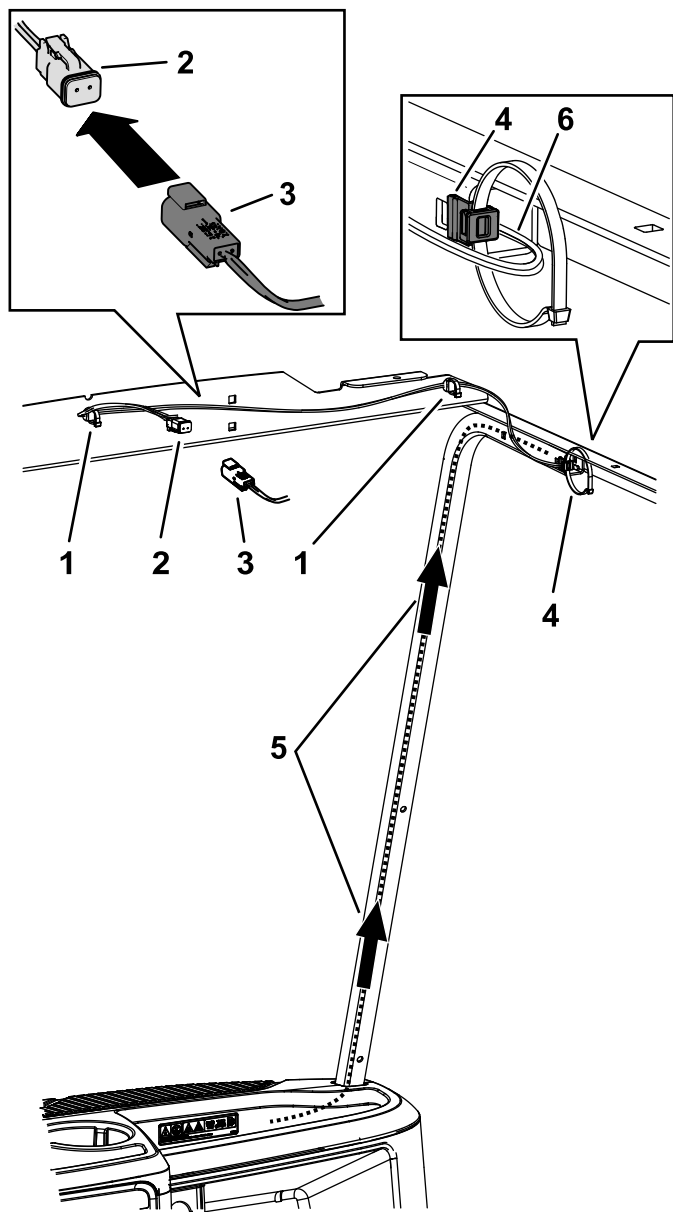

图 3
3. 从顶篷支架底部开始将警示灯线束的小接头向上穿过右前顶篷支架朝向顶篷的右侧请参阅图 3。
4. 将线束沿着前顶篷支撑托架管的外侧布置到顶篷前部图 3。
5. 将线束连接至警示灯接头图 3。
6. 使用线束上的彩色胶带标记固定位置将线束安装至压入式紧固件和边夹图 3。